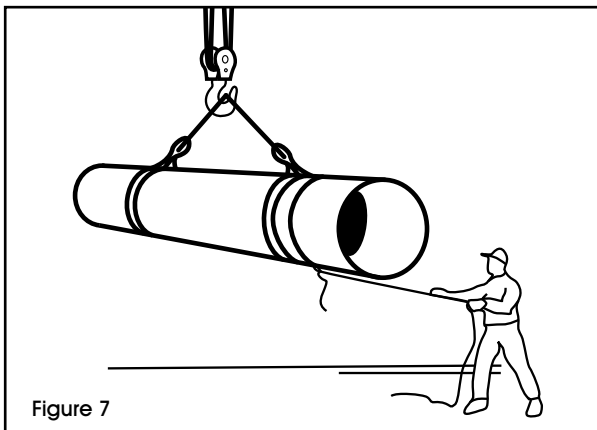

Figure 7
- Il ne faut pas mettre les mains et les doigts entre l'élingue et le chargement pendant qu'on serre l'élingue autour du chargement. Une fois levé, il ne faut pas pousser le chargement ni le guider avec les mains directement sur le chargement. Il faut attacher des cordes ou des câbles pour cette tâche. (Voir Figure 7)